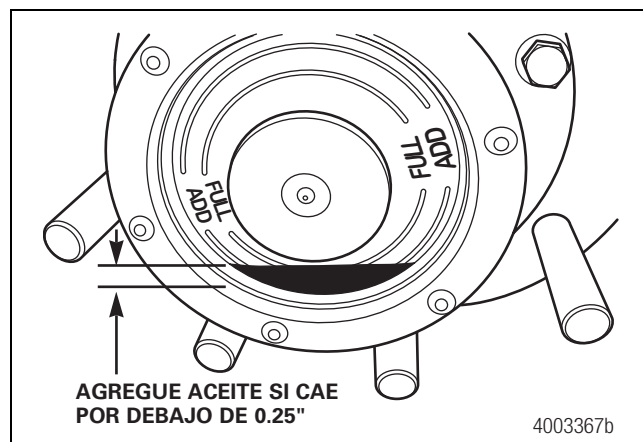

Figura 14.5
4. Inspeccione el nivel del aceite del extremo de rueda como mínimo cada 1,000 millas (1,600 km). Al comprobar el nivel, asegúrese de que el vehículo está nivelado; después limpie la ventanilla de la tapa de maza y observe el nivel de aceite. Agregue lubricante si el nivel de aceite está más abajo de 0.25 pulgada (6.3 mm) de la línea de llenado. Figura 14.5.